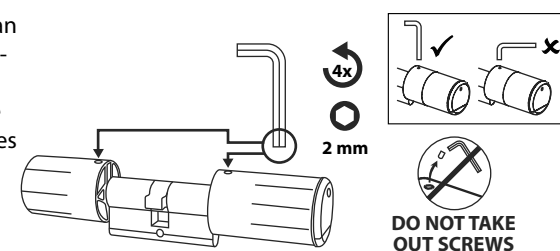

Fig. 2
- 2 El pomo exterior y el interior se aprietan y aflojan mediante un tornillo prisionero que se encuentra en el pomo giratorio. Afloje los tornillos prisioneros de los dos pomos con las correspondientes llaves Allen que se adjuntan (Fig. 2).